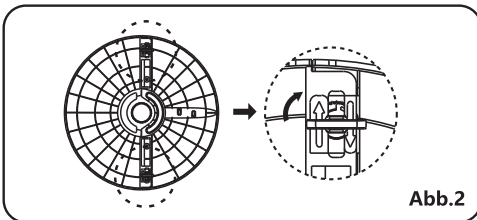

Abb.2
2. Drehen Sie die Pfeile der beiden Drehknöpfe um etwa 90° (siehe Abb. 2).
2. Draai de pijlen van de twee draaiknoppen ongeveer 90 ° (zie Afb. 2).